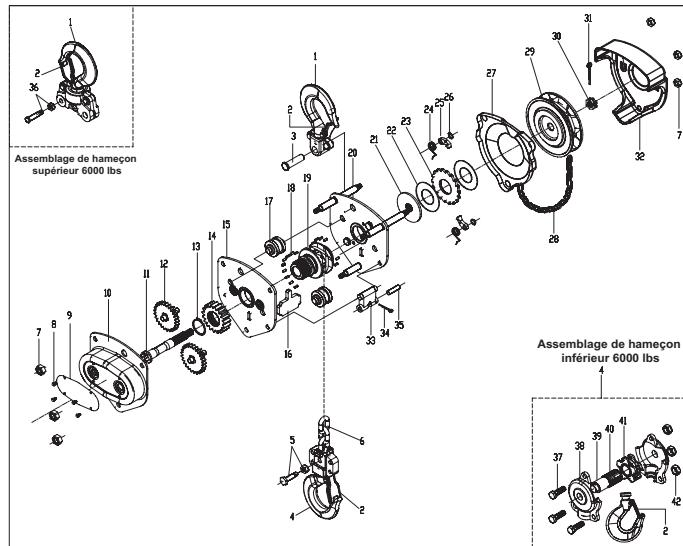

fig.8
4. Au cours de l'assemblée de la côté du frein, ce qui concerne la partie de l'ordre indiqué dans la vue éclatée (Voir fig.8). La chaîne vers le bas de la roue à vis. Serrer l'écrou serré doigt sur l'arbre d'entrée, puis desserrez d'environ un quart de tour et poser la goupille fendue.